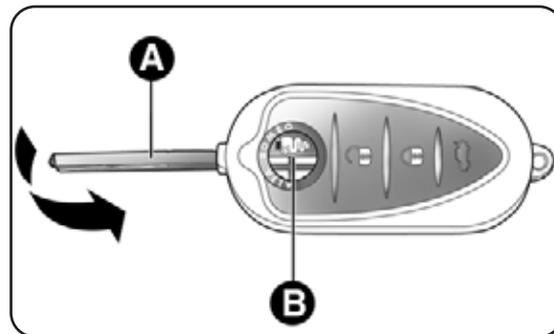

fig. 15
A secção metálica A-fig. 15 acciona:
*Premir o botão B-fig. 15 apenas quando a chave se encontrar afastada do corpo, em especial dos olhos e de objectos que se possam deteriorar (por exemplo, vestuário). Não deixar a chave sem vigilância para evitar que alguém, especialmente crianças, possa mexer na mesma e premir inadvertidamente o botão.*